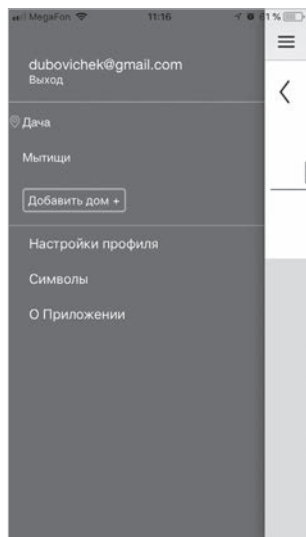

Рис. 37.1.
2. Нажмите «Добавить дом +» (рис. 37.1).